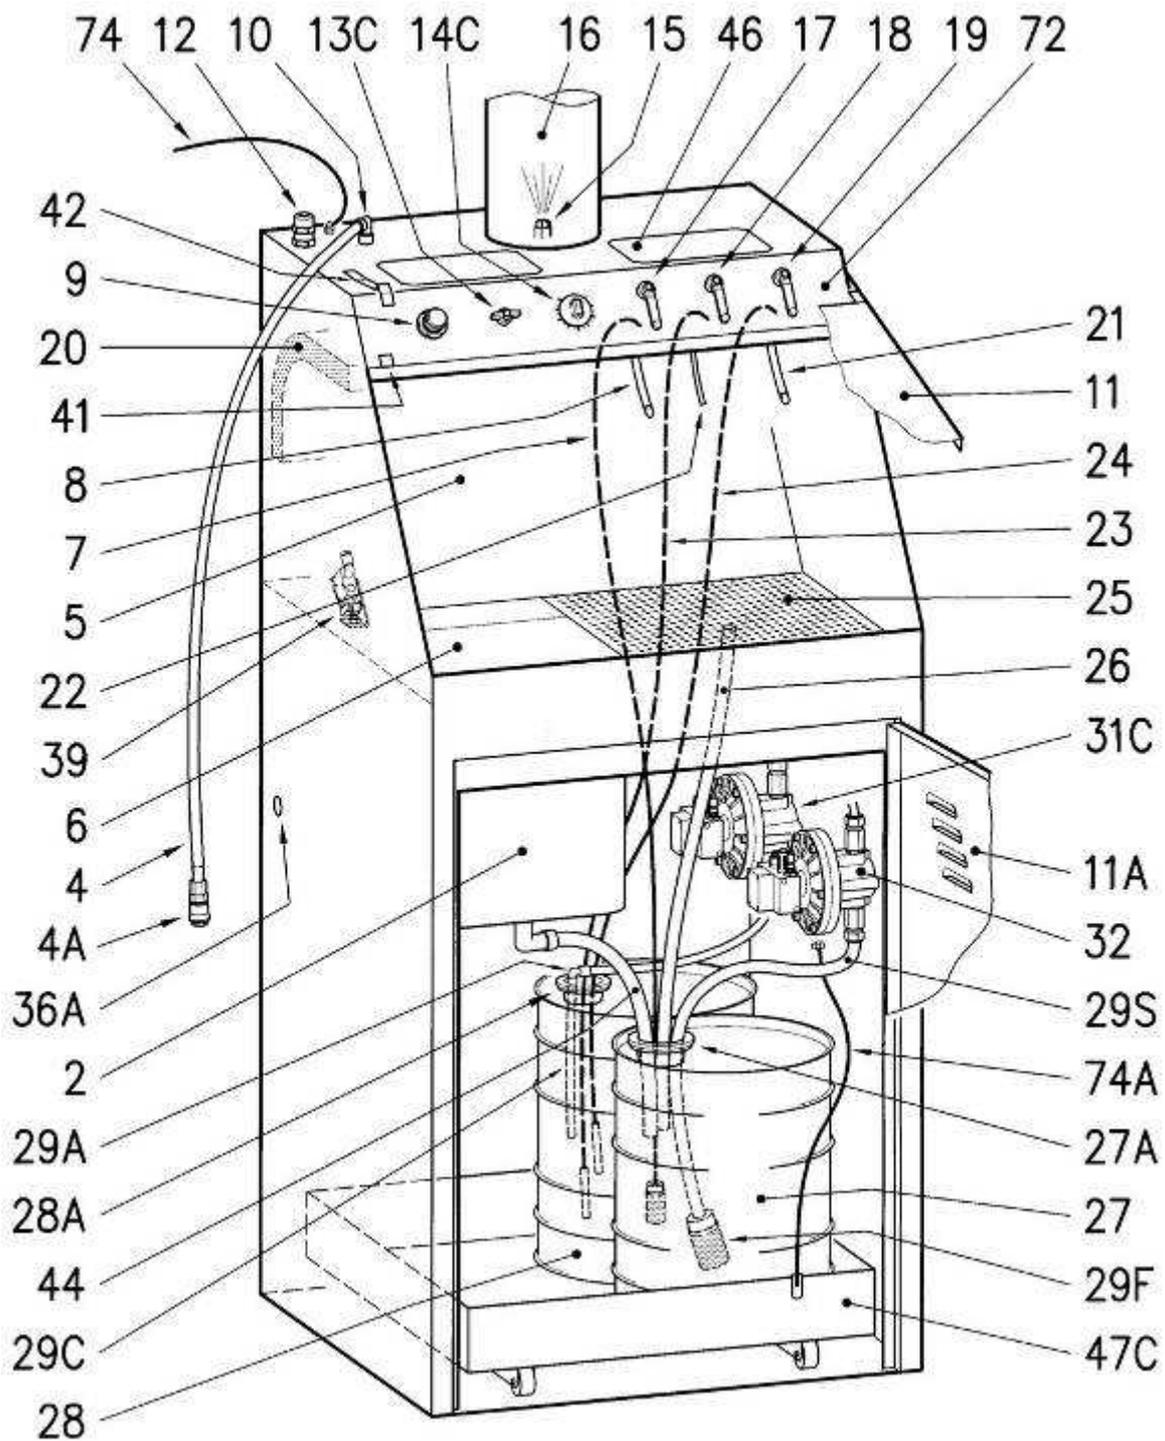

Figure 1
Le **Laveur-pulvérisateur** est principalement constitué d'un récipient en acier (Cf. fig. 1) où sont logés une machine à laver (pos. 2 fig.1) avec une porte, deux pompes pneumatiques (pos. 31C-32 fig.1), des tuyaux souples (pos. 7-23-24-26-29C-29S-44 fig.1) pour le remplissage et la vidange du détergent situé dans les récipients à la base de la machine et de commandes situées sur le panneau avant. Pendant le lavage automatique, la porte (pos. 6 fig.1) doit rester fermée. En cas d'ouverture inopinée, la soupape de sécurité (pos. 39 fig.1) interrompt le fonctionnement des deux pompes d'alimentation (pos. 31C-32 fig.1) de la machine à laver. Les fumées et les vapeurs de détergent nébulisées dans l'air à l'intérieur de la machine, sont évacuées et aspirées automatiquement chaque fois que l'opérateur ouvre le volet supérieur (pos. 11 fig.1) et expulsés à l'extérieur par effet venturi généré par la buse (pos. 15 fig.1) dans le conduit (pos. 16 fig.1). En amont de ce conduit d'évacuation des vapeurs, il est possible de monter un dépurateur à charbons actifs (en option) qui réduise les particules gazeuses polluantes.
- Le réglage de la pression de l'air (pos. 9 fig.1) pour le pistolet à peinture.
- La commande ou l'exclusion de la pompe pour le lavage final (pos. 13 fig.1).
- Le réglage du temps de lavage automatique à l'aide de la minuterie (pos. 14 fig.1).
- La commande de la petite pompe venturi (détergent souillé) (pos.17 fig.1).
- La commande du nébuliseur (pos. 18 fig.1).
- La commande de la pompe venturi (détergent propre) (pos. 19 fig.1).
Description du **LAVEUR-PULVERISATEUR** (Cf. fig. 1):
- 9) Veiller à ce que les tuyaux soient bien introduits dans les récipients (cod.27 et 28 - fig.1).